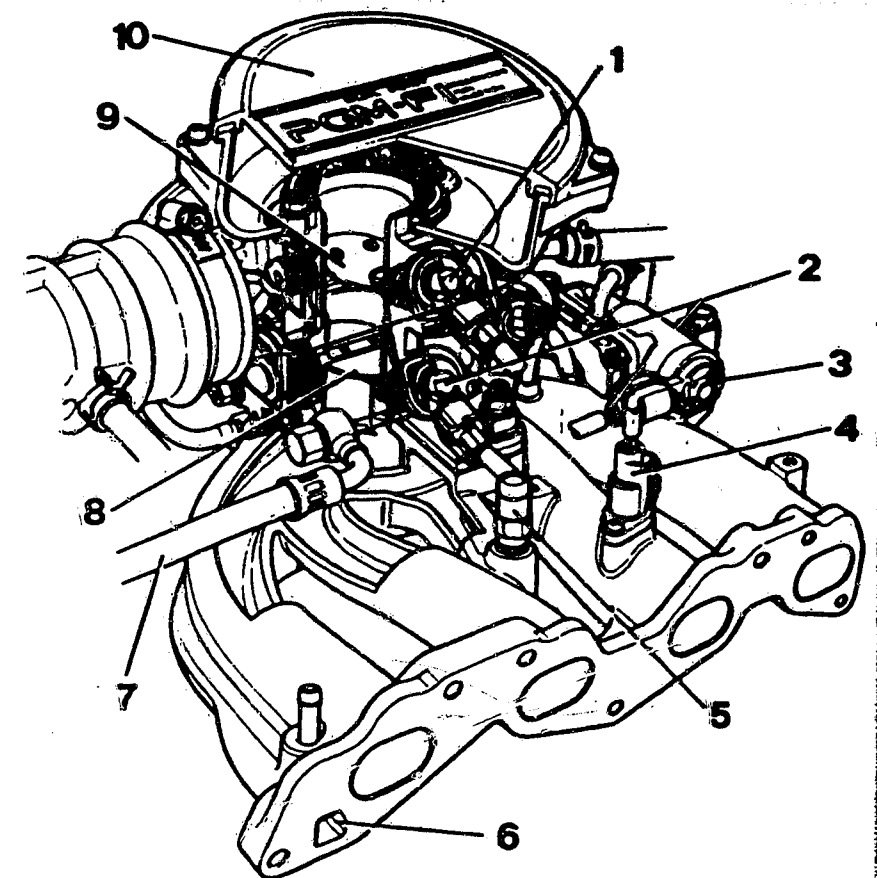

Bild 17 Honda «Dual Point Injection» (DPI):
Die beiden Einspritzdüsen sind übereinander im Drosselklappengehäuse untergebracht, in welchem über der Drosselklappe (8 in Bild 17) noch eine sogenannte Tandemklappe (9) untergebracht ist. Die Tandemklappe wird über eine Unterdruckdose betätigt, die über ein elektromagnetisches Ventil TVC (12 in Bild 18) vom Steuergerät gesteuert wird. Das Ventil lässt entweder Atmosphärendruck oder Unterdruck auf die Unterdruckdose einwirken. Die Tandemklappe verbessert bei geringer Öffnung die Zerstäubung des über die Haupteinspritzdüse eingespritzten Kraftstoffes. Die Hauptdüse (1 in Bild 17), die eine Kupferspule besitzt befindet sich über der Drosselklappe, die Hilfseinspritzdüse (2) mit Messingspule unter dieser Klappe. Die beiden Einspritzventile haben nicht den gleichen Aufbau und können beim Einbau nicht verwechselt werden. Sie arbeiten ohne Vorwiderstand. Das Hilfseinspritzventil ist mit einer Durchlüftungsbohrung versehen. Die spiralförmig den unteren Düsenteil durchströmende Luft hilft den Brennstoff besser zu zerstäuben.